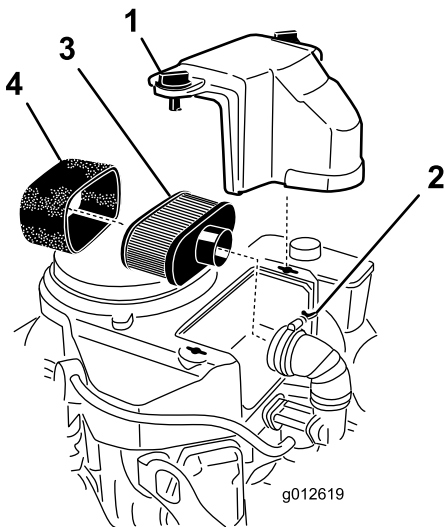

Figura 41
3. Pulite intorno al filtro dell'aria per evitare che la morchia possa penetrare nel motore provocando gravi danni (Figura 41).
4. Allentate le manopole del coperchio e rimuovete il coperchio del filtro dell'aria (Figura 41).
5. Allentate la fascetta stringitubo e rimuovete il gruppo filtro dell'aria (Figura 41).
6. Tirate via con cautela l'elemento in schiuma sintetica dall'elemento di carta (Figura 41).
**Nota:** Se è molto sporco, sostituite l'elemento di carta con un elemento nuovo (Figura 41).
1. Infilate con cautela l'elemento in schiuma sintetica sull'elemento di carta (Figura 41).
2. Collocate il gruppo filtro dell'aria sull'apposita base o flessibile e fissatelo (Figura 41).
3. Posizionate la copertura del filtro dell'aria e serrate la manopola di copertura (Figura 41).